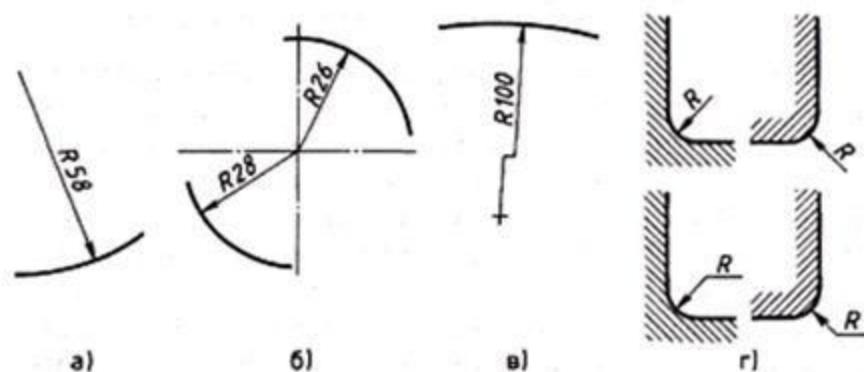

Рис. 46. Нанесение размеров дуги
- При нанесении размеров дуг перед размерным числом помещают знак радиуса — R . Высота знака радиуса и размерного числа должна быть одинаковой (рис. 46, а). При проведении нескольких радиусов из одного центра размерные линии любых двух радиусов не располагают на одной прямой (рис. 46, б). При большой величине радиуса центр разрешается приближать к дуге. В таких случаях размерную линию показывают с изломом (рис. 46, в).